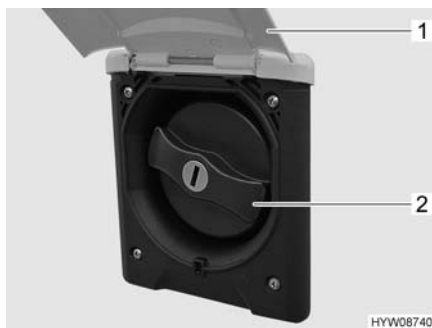

Fig. 156 Coperchio (bocchettone di riempimento dell'acqua potabile)
- Sollevare lo sportello esterno (Fig. 156,1).
- Ruotare il coperchio blu (Fig. 156,2) di un quarto di giro.